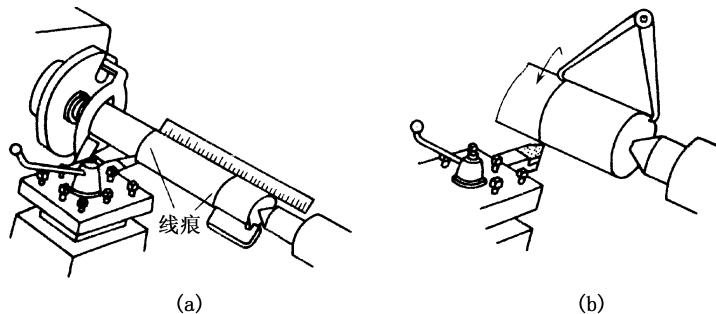

图 3-18 刻线痕确定车削长度
③为了确保外圆的车削长度, 通常先采用刻线痕法(图 3-18)后采用测量法进行。即在车削前根据重要的长度, 用钢直尺、样板、卡钳及刀尖在工件表面上刻一条线痕, 然后根据线痕进行车削, 当车削完毕时, 再用钢直尺或其他量具复测。